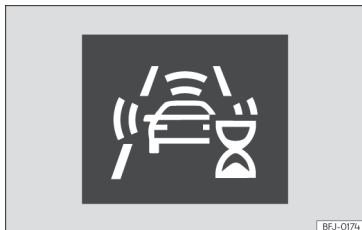

**Fig. 155** Sur l'écran du combiné d'instruments : indication de l'auto-calibrage initial du système.
- Dans les premiers instants après avoir mis le contact et pris la route, à cause du calibrage automatique du système. Pendant cette période, une icône d'état s'affiche » fig. 155.